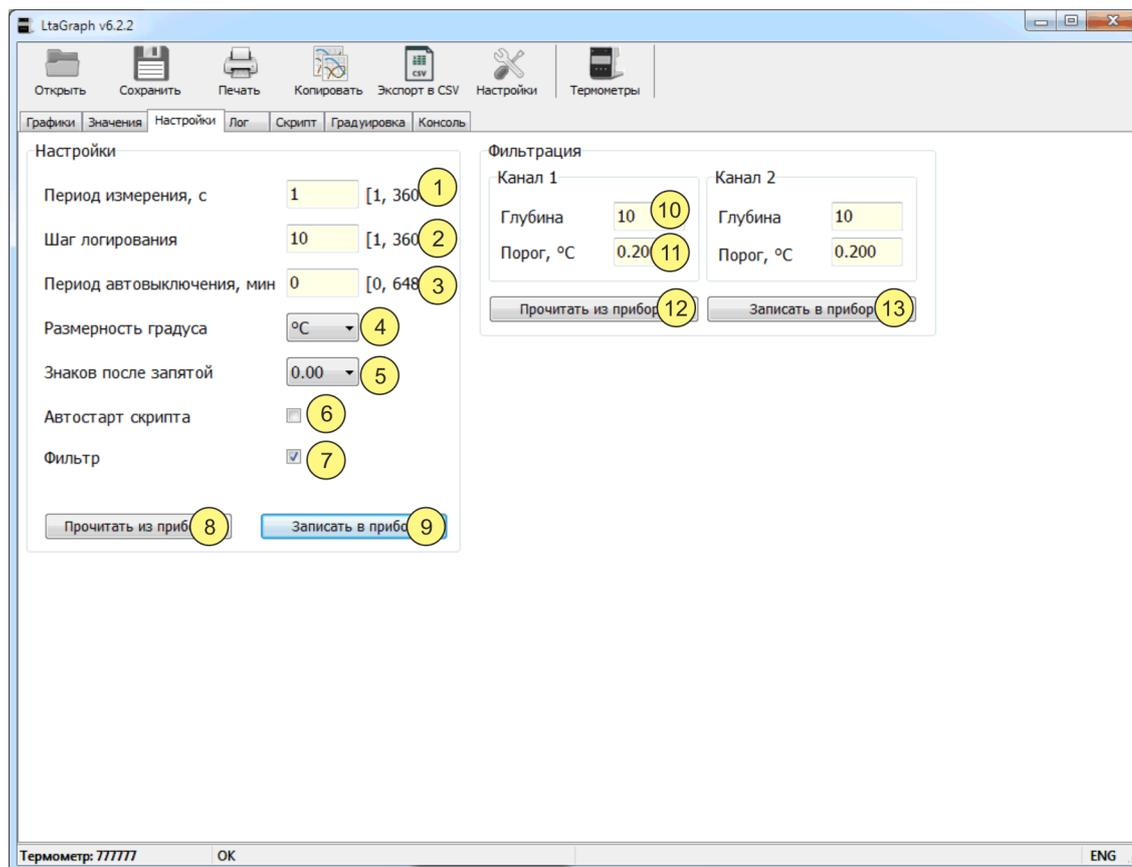

Рисунок 8 — Настройки термометра
Для изменения настроек термометра выполнить (см. рисунок 8):
2.10.3 Для изменения параметров фильтров выполнить (см. рисунок 8):
2.16.1 Запуск скрипта выполняется автоматически после включения термометра, если в настройках установлена опция "Автостарт скрипта" (см. рисунок 8).